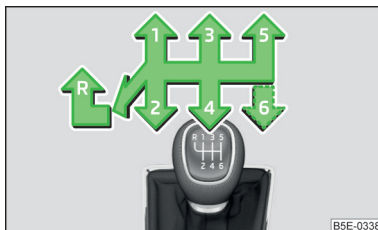

Abb. 100
Auf dem Schalthebel sind die einzelnen Gangstellungen dargestellt » **Abb. 100**.
- › Den Schalthebel völlig nach links und dann nach vorn in **R**-Stellung stellen » **Abb. 100**.